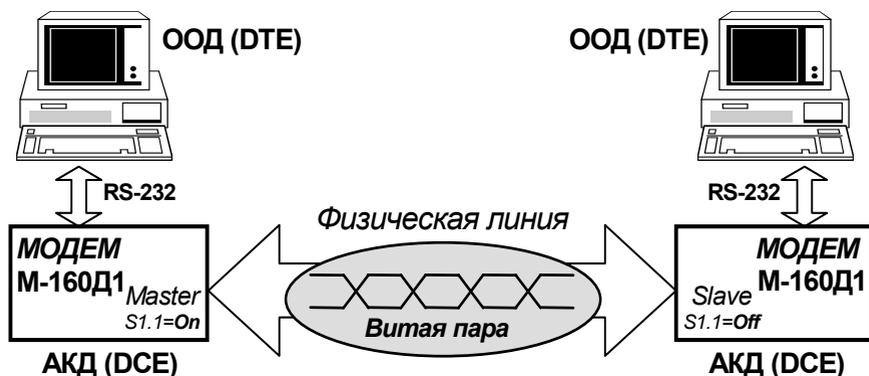
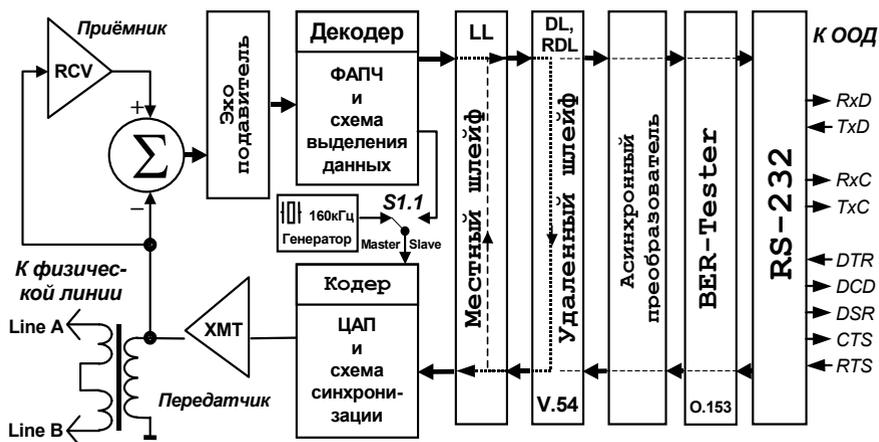

Рис. 1 Организация канала связи с помощью модемов M-160
Рис. 2 Структурная схема модема
Пример организации канала передачи данных с помощью двух модемов **M-160** и ООД (DTE) устройств приведен на Рис. 1.
Канал передачи данных (см.Рис. 1) образован с помощью двух модемов **M-160** (модемы могут быть разных модификаций), на одном модеме установлен режим **Master**, а на другом – режим **Slave**, подробнее см.П.3.2.2.5. Модем имеет встроенный асинхронный преобразователь для подключения асинхронных ООД (DTE) устройств, например СОМ-порта РС. *Модем не имеет аппаратного управления потоком данных (Hardware Flow Control).*
Принцип работы модема основан на кодировании сигналов интерфейса RS-232 в биимпульсный (*biphase*) сигнал, см. Приложение 1, передаваемый в двухпроводную физическую линию через трансформатор, и обратном преобразовании сигнала (декодировании), т.е. выделении импульсов синхронизации из принимаемых данных и декодировании данных. Структурная схема модема приведена на Рис. 2.
**S1.1** Этим переключателем устанавливается источник синхронизации передатчика модема: **Master** (**S1.1=On**) или **Slave** (**S1.1=Off**), см.Рис. 2 на стр.8. Для правильной работы канала связи необходимо на одном модеме установить синхронизацию **Master**, а на другом – **Slave**, см.Рис. 1 на стр.5.